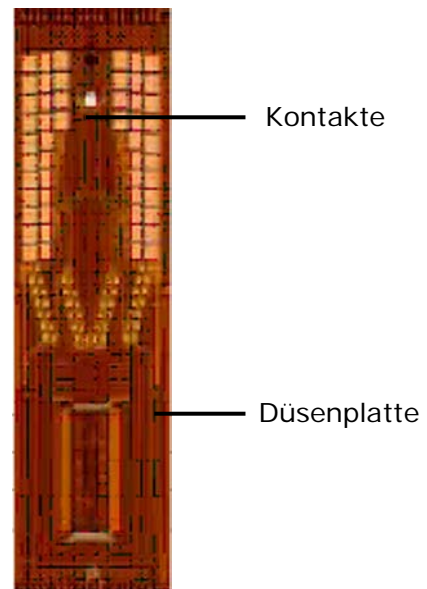

Abbildung 72: Reinigen der Düsenplatte
- Ziehen Sie die Düsen der Tintenpatrone langsam in Richtung der Düsenzeilen über das Tuch (siehe Abbildung 72).